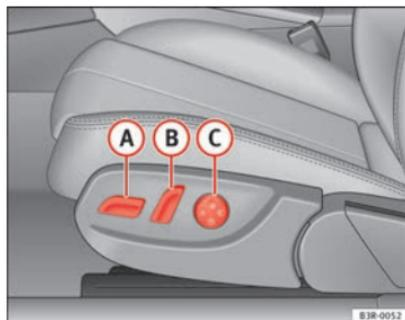
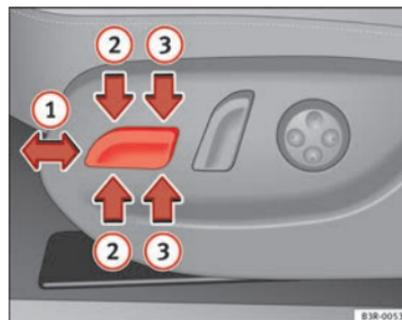

Fig. 106 Banco dianteiro: Comandos para a regulação
Fig. 107 Banco dianteiro: Comandos para a regulação dos bancos
- Desloque o comando **A** ⇒ Fig. 106 para a frente ou para trás **1** ⇒ Fig. 107 ⇒ **Δ**.